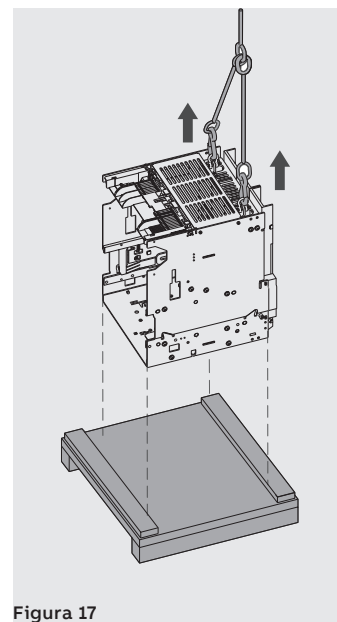

Figura 17
1. Elevar la parte fija de la base del embalaje, sirviéndose de los dos ganchos suministrados con la parte fija. Véase Figura 17.